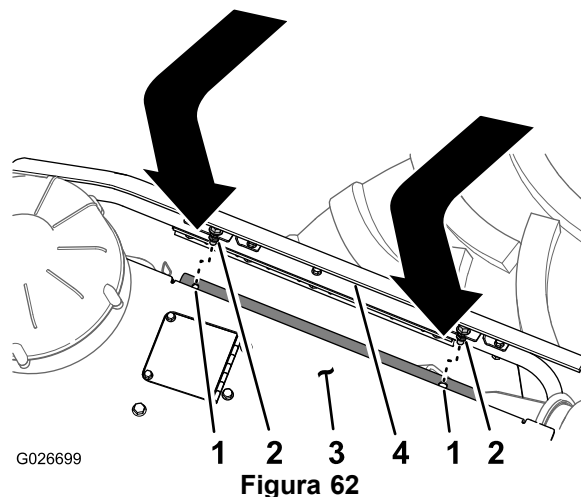

Figura 62
- Alinee el perno de montaje de la parte superior del panel lateral con el taladro de la pestaña de sujeción del panel del capó (Figura 62).